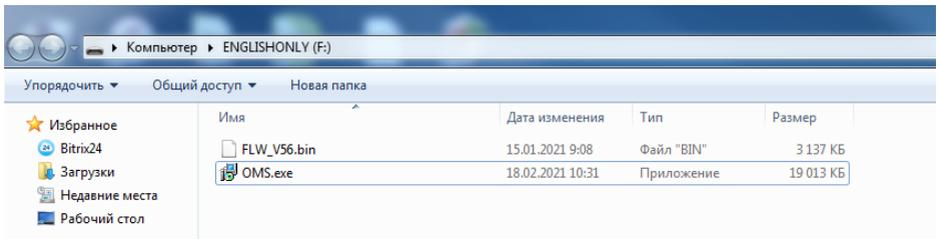

Рис. 1
1. Скачайте дистрибутив ПО OMS с сайта www.osnovo.ru (рис. 1)